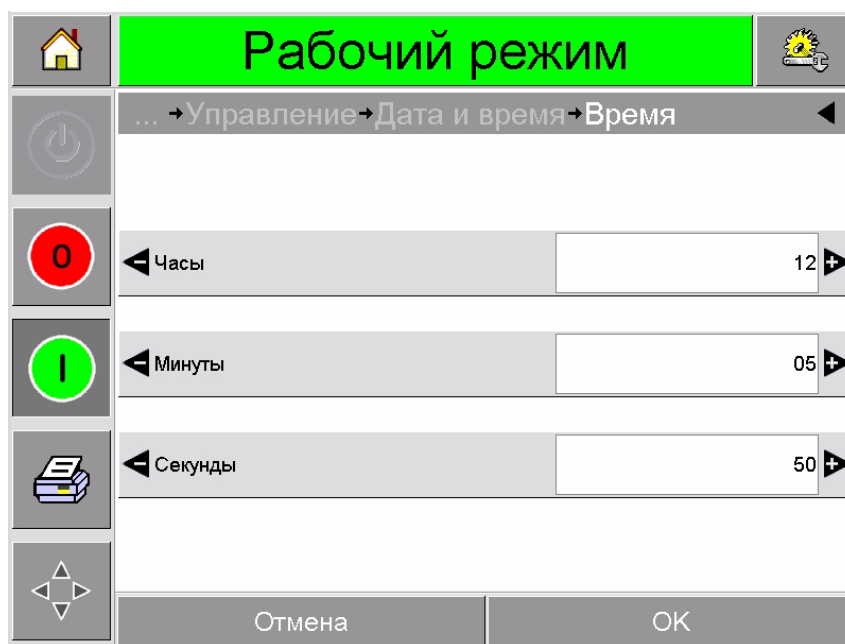

Рис. 3-10: Настройка времени для системы CLARiTY®
- 9 Нажмите кнопку «Время», чтобы установить время. Появится страница установки времени, как показано на Рис. 3-10.